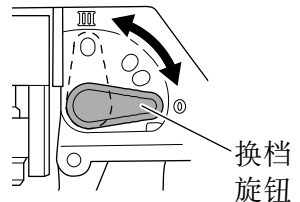

图 6
- (1) 该曲线锯采用轨道作业，对锯片进行前后及上下移动。将图 6 所示的转换旋钮调至“0”可停止轨道作业（锯片将仅进行上下移动）。轨道作业可在从“0”到“III”4 个等级中选择。
- (2) 对于硬质材料如钢板等，减少轨道作业；对于软质材料如木材，塑料等，增多轨道作业以提高工作效率。如需对材料进行精密切割，减少轨道作业。